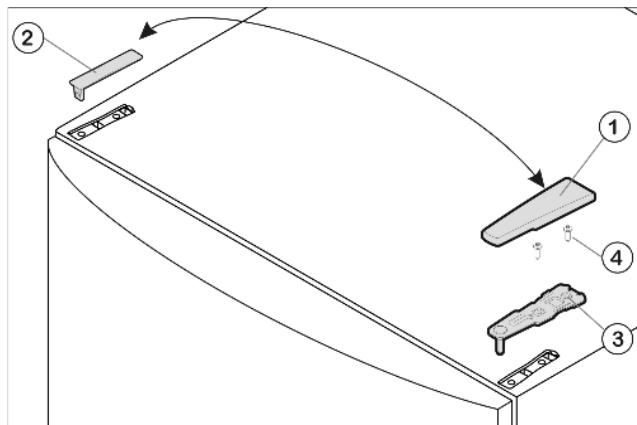

Fig. 4
- Стяните крышку Fig. 4 (1) вперёд и снимите крышку Fig. 4 (2).
- Открутите верхний опорный кронштейн Fig. 4 (3)(2 шт. Torx 25) Fig. 4 (4) и вытяните вверх.
- ▶ Установите верхний опорный кронштейн Fig. 4 (3) на новой стороне шарнира и защелкните в дверце.
- ▶ Прикрутите верхний опорный кронштейн (2 шт. Torx 25 Fig. 4 (4)). При необходимости просверлите отверстия или используйте аккумуляторную отвертку.
- ▶ Защёлкните крышки Fig. 4 (1) и крышки Fig. 4 (2) соответственно на противоположной стороне.